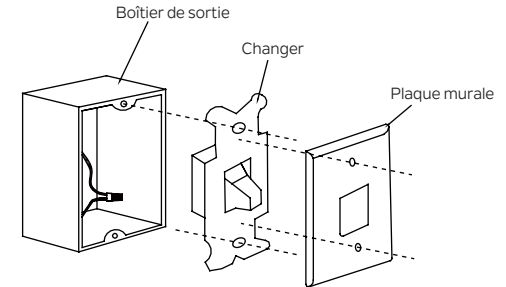

Fig. 23
Étape 1. Retirez la plaque murale existante et l'ancien interrupteur de la boîte de prise murale. Câblez les fils NOIR (chauds) avec le connecteur et repoussez à l'intérieur de la boîte de sortie. (Fig. 23)